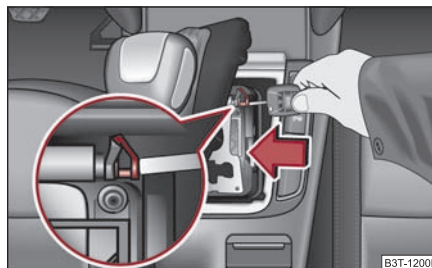

Abb. 151 Wählhebel-Notentriegelung
- Drücken Sie mit einem schmalen Gegenstand (z. B. Zündschlüssel) den gelben Kunststoffbügel ⇒ Abb. 151 nach links.